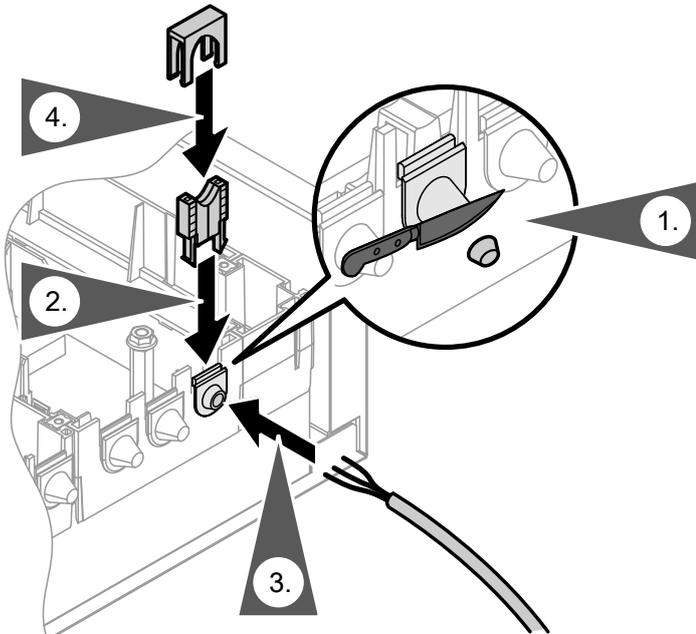

Abb. 26 Leitungen max. 100 mm abisolieren.
- Leitungen ohne Zugentlastung zugentlasten, siehe Abb. 26.